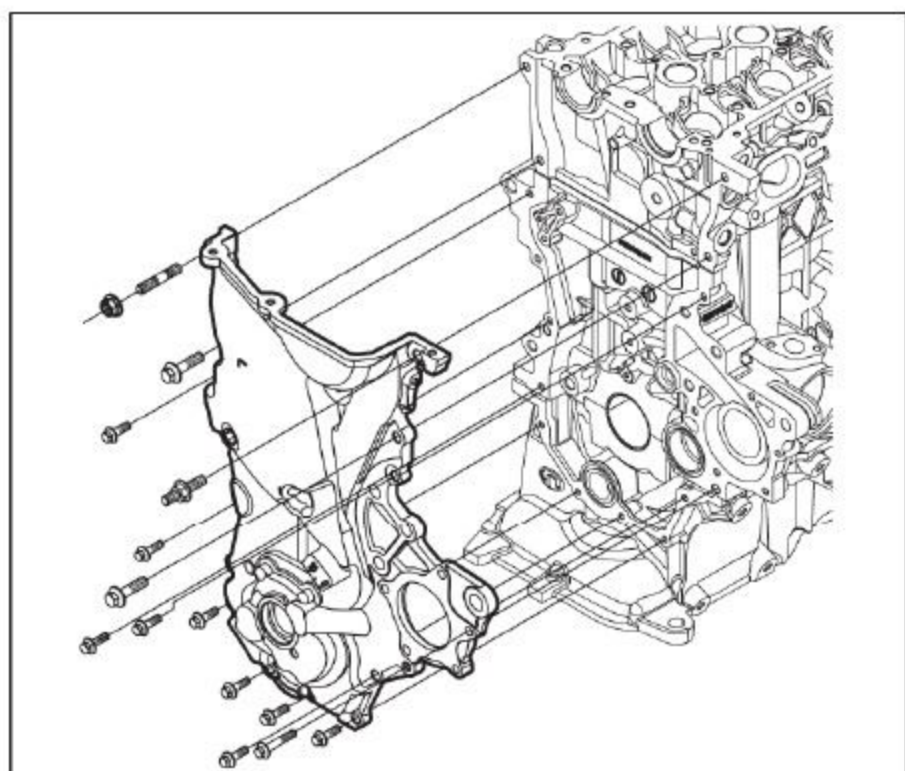

图10-4-7安装机油泵总成
- (4) 通过定位销与机油泵定位销孔定位机油泵后，安装机油泵，如图10-4-7所示。
- (5) 用15个螺栓和1个螺母紧固机油泵总成至气缸体、气缸盖，如图10-4-7所示。